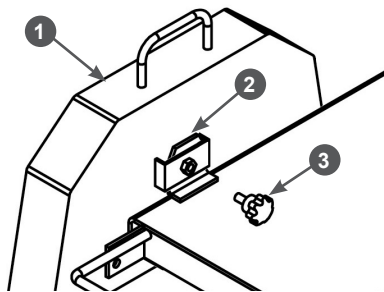

Рис. 14 Болт крепления кожуха SC400
3. Снимите защитный кожух. Для SC350: потяните его вверх и снимите с кронштейна. Для SC400: ослабьте затяжку барашкового болта крепления кожуха к кронштейну, потяните кожух вверх и снимите с кронштейна (Рис. 14).